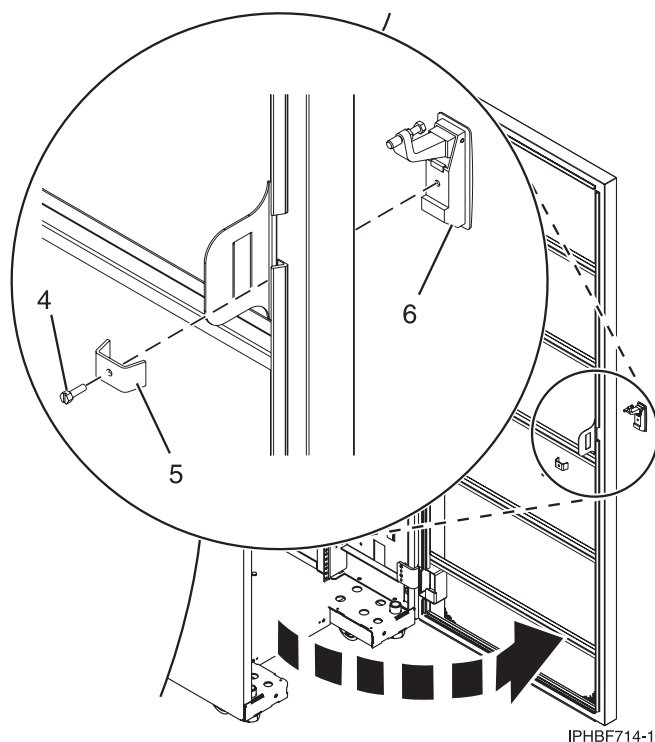

Figure 26. Retrait du loquet du volet
b. Sur la partie intérieure du volet, retirez la vis (4) qui fixe le verrou sur le volet de l'armoire (voir la figure 26, à la page 35).
- a. Sur la partie avant du volet, insérez le verrou à clé de l'armoire dans le logement du loquet (6) (voir la figure 26).
- b. Installez le verrou en fixant le support (5) à l'aide de la vis (4) sur la partie intérieure du volet.